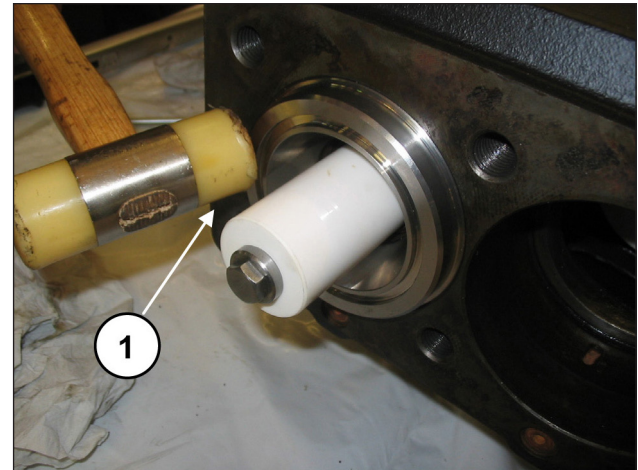
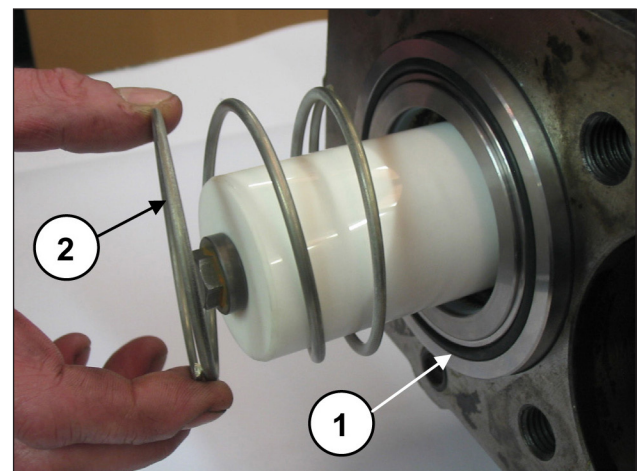

Abb. 181
Abb. 182
Vergewissern Sie sich, dass die Gruppe Buchse-Dichtungshalter bündig in ihrem Sitz liegt (Pos. ①, Abb. 181); montieren Sie nun den frontseitigen O-Ring der Buchse sowie die Feder (Pos. ①②, Abb. 182).